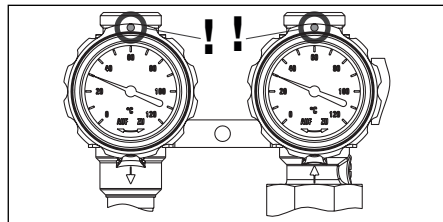

Fig. 6.11 Position des robinets à tournant sphérique
4. Vérifier la position des robinets à tournant sphérique de la station solaire. Ils doivent être positionnés comme indiqué sur la fig. 6.11 (position angulaire des manettes des thermomètres sur l'aller et le retour: 0°).